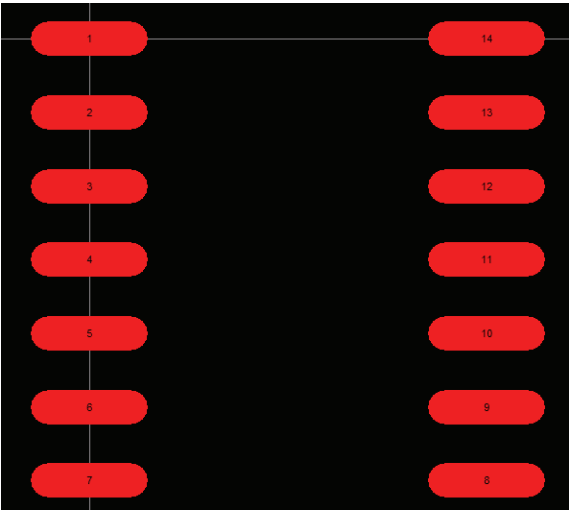

图 5-91 放置所有焊盘
3) 按照同样的方法，再根据元器件引脚之间的实际间距将其设定为垂直距离为 50mil，水平距离为 270 mil，1 号焊盘放置于 (0, 0) 点，并相应放置其他焊盘，如图 5-91 所示。